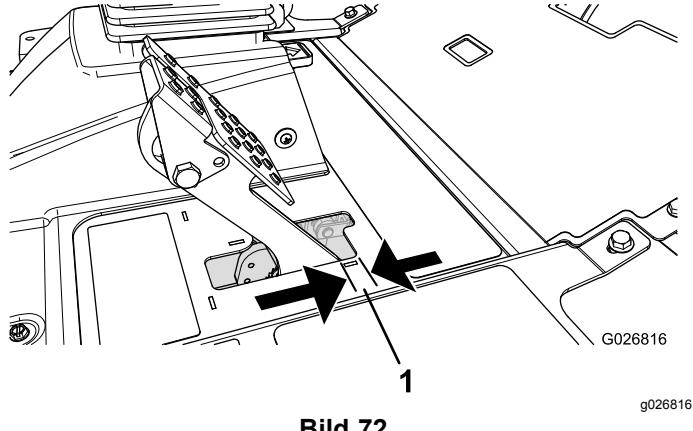

Bild 72
Stellen Sie die Bremsen ein, wenn das Bremspedal mehr als 2,5 cm Spiel hat, oder wenn die Bremsen nicht mehr gut genug greifen (Bild 72). Als Spiel gilt die Entfernung, die das Bremspedal zurücklegt, bevor ein Bremswiderstand spürbar ist.
2. Ziehen Sie die hintere Mutter an, um den Zug nach hinten zu bewegen, bis die Bremspedale ein Spiel zwischen 6,3 mm und 12,7 mm haben, bevor die Radsperrre auftritt (Bild 72).